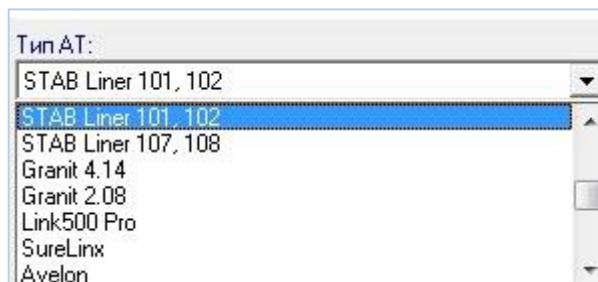

Рисунок 21 – Выпадающий список типов АТ
– «**Тип АТ**» – задает тип АТ в Программе. Чтобы задать значение поля, нажмите на кнопку , которая раскрывает выпадающий список типов АТ (см. Рисунок 21);